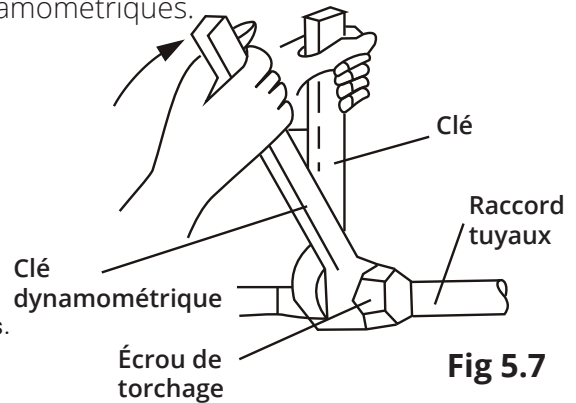

**Fig 5.5**
4. Évasez le tuyau. Réglez exactement à la position indiquée à la **Figure 5.5**.